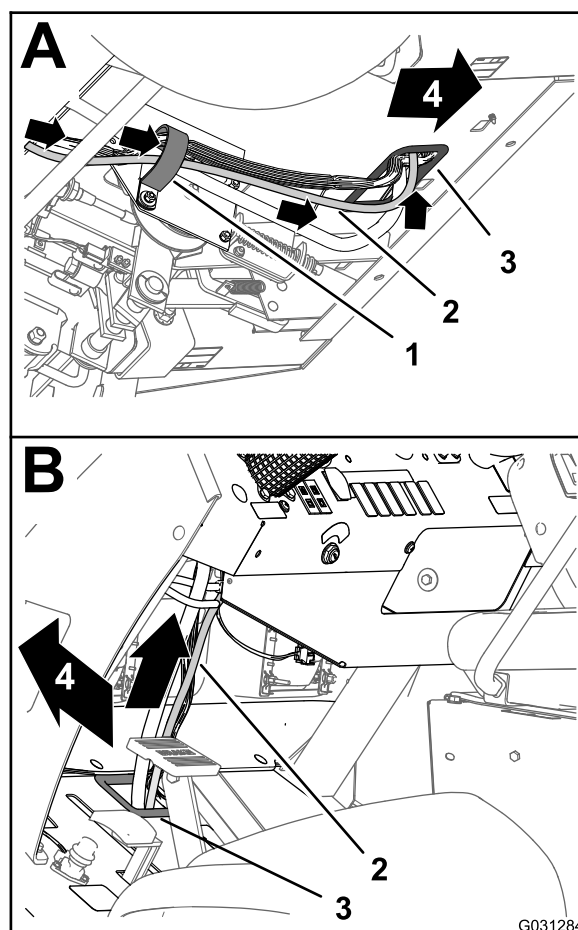

図 142
- データ用ハーネスの 220 cm の枝線を前方上方へ延ばして、フロアパネルの穴についているハトメに通す 図 142。
- データ用ハーネスの 220cm の枝線を上方へ、機体の前方ワイヤハーネスに沿って延ばす 図 142。